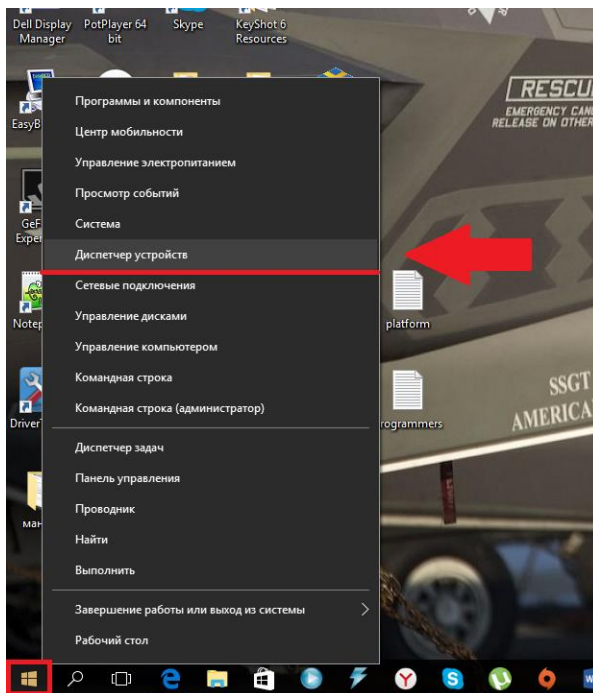

Рис. 5. Открытие диспетчера устройств
1. Сначала установим драйверы USB – для распознавания подключенной платы Odroid операционной системой. С этой целью правой кнопкой жмем на кнопку «Пуск» и выбираем пункт «Диспетчер устройств» (рис. 5):